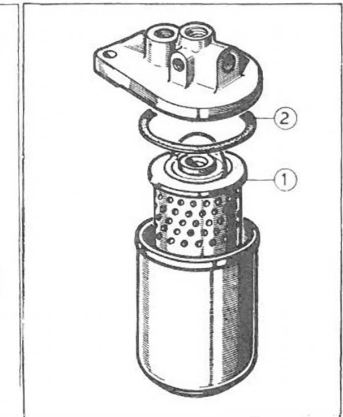

Fig. 18
672/673 - 832/833 sfilare la cartuccia (1 - Fig. 18) e sostituirla; pulire la vaschetta e cambiare la guarnizione (2) se danneggiata.
For engines 672/673 - 832/833 remove filter element (1, Fig. 18) and replace it; clean bowl and change gasket (2) if damaged.
672/673 - 832/833 : extraire la cartouche (1 fig.18) et la remplacer; nettoyer la cuve et changer le joint (2) s'il est endommagé.